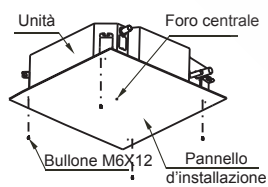

Fig. 5-8
- 2 Dopo l'installazione dell'unità, fissare con bulloni (M6x12) il pannello d'installazione sul condizionatore per determinare in anticipo la dimensione e la posizione del foro di apertura sul soffitto. (vedi fig.5-8)